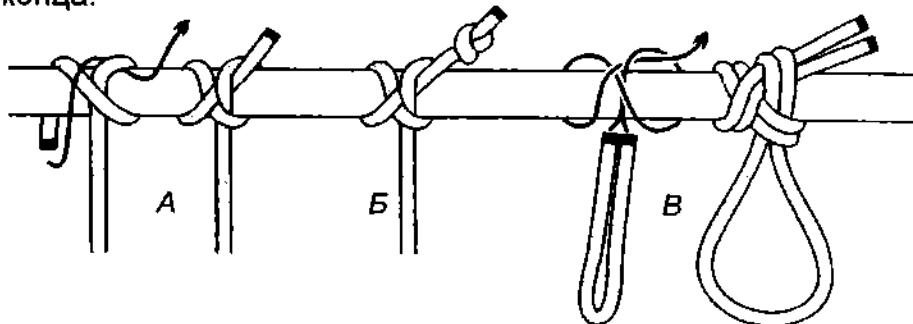

Рис. 617. А – пикетный узел; Б – пикетный узел с контрольным стопорным узлом; В – пикетный узел, завязанный сдвоенной верёвкой, формирует на опоре петлю.
**Пикетный узел** очень полезный узел. Он очень прост, легко запоминается, надёжно держит, быстро вяжется и также быстро развязывается после любой нагрузки (рис. 617). **Пикетный узел** одинаково хорошо держит и на мягкой и на жёсткой верёвке, не ползёт на синтетических верёвках. **Пикетный узел** легко развязывается, если дёрнуть под углом за ходовой конец, чтобы ослабить обнос коренного конца.